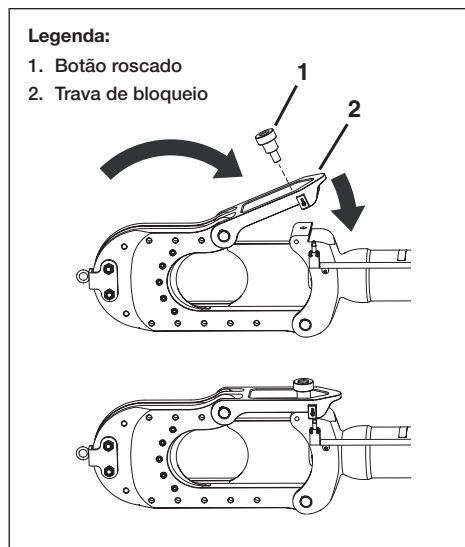

Figura 5, fechar o cabeçote de corte
Para fechar o cabeçote de corte: balance o cabeçote de corte na direção do corpo do cortador. Em seguida, empurre a trava de bloqueio para baixo (Figura 5, item 2) e instale o botão roscado (Figura 5, item 1) para fixar o cabeçote de corte no lugar, conforme ilustrado na Figura 5.